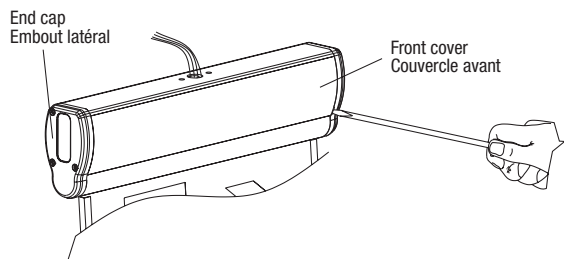

Fig. 2
5. Use a screwdriver to open the front cover of the unit (Fig. 2).
1. À l'aide d'un tournevis, ouvrir le couvercle avant de l'unité (Fig. 2).
5. À l'aide d'un tournevis, ouvrir le couvercle avant de l'unité (Fig. 2).
1. Use a screwdriver to open the front cover of the unit (Fig. 2).